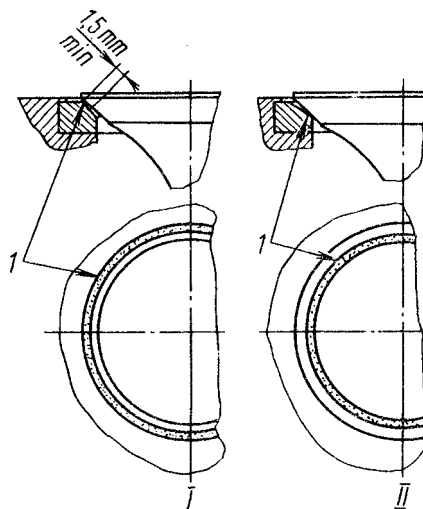

Рис. 96. Расположение матового пояса на седле клапана: 1 - пояска притертый; I - правильное; II - неправильное
- нанесите на фаску седла клапана тонкий равномерный слой пасты, смажьте стержень клапана моторным маслом. Притирку производите возвратно-вращательным движением клапана дрелью с присоской или приспособлением. Нажимая клапан, поверните его на 1/3 оборота, затем — на 1/4 оборота в обратном направлении. Не притирайте клапаны круговыми движениями. Притирку продолжайте до появления на фасках клапана и седла равномерного матового пояса шириной не менее 1,5 мм (рис. 96);
При правильной притирке матовый пояс на седле головки должен начинаться у большего основания конуса седла, как показано на рис. 96.